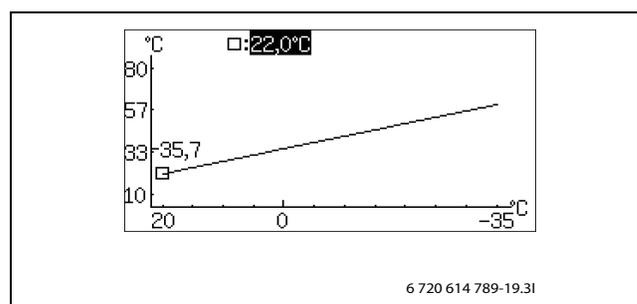

Bild 20
- Drehknopf bei markiertem Quadrat drehen, bis 0°C markiert ist (→ Bild 20).